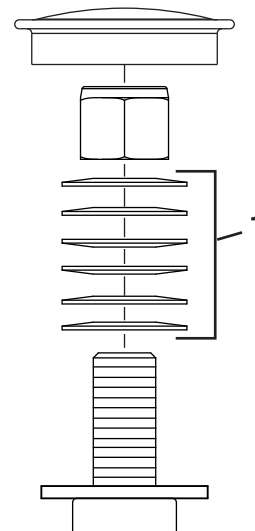

Figura 56
3. Retire el tapón guardapolvo de la rueda giratoria y apriete la contratuerca (Figura 56).
4. Apriete la contratuerca hasta que las arandelas de muelle estén planas, luego afloje $\frac{1}{4}$ de vuelta para establecer la pre-carga correcta de los cojinetes (Figura 56).
5. Coloque el tapón anti-polvo (Figura 56).
Importante: Asegúrese de que las arandelas de muelle están correctamente instaladas, según se muestra en Figura 56.